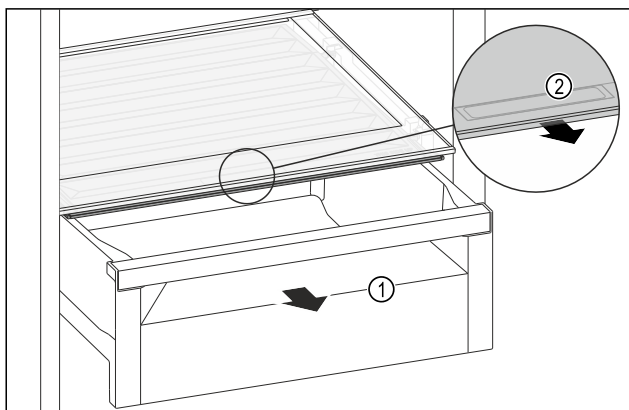

Fig. 175
- Zásuvku Fig. 175 (1) vytáhněte.
- Uchopte prohlubeň pro rukojeť Fig. 175 (2) na víku zásuvky a současně zatáhněte za víko zásuvky směrem dopředu.